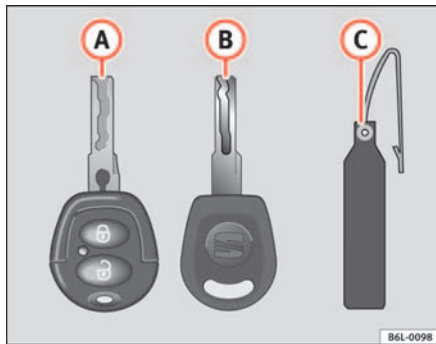

Abb. 45 Schlüsselsatz
- einen Funkschlüssel ⇒ Abb. 45 **A**
Nur anhand der Schlüsselnummer auf dem Kunststoffanhänger ⇒ Abb. 45 **B** können Schlüssel nachgemacht werden. Deshalb: